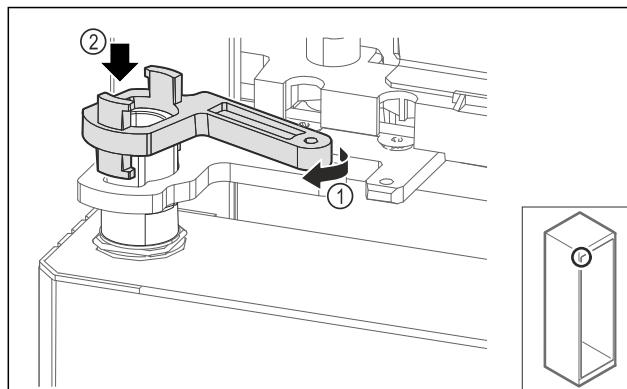

Fig. 62
- Girar ligeramente el bloqueo del soporte de cojinetes Fig. 62 (1) y colocarlo sobre el manguito Fig. 62 (2).